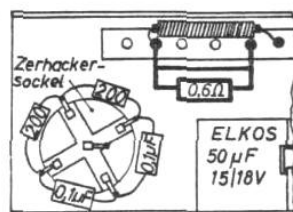

Abb. 9 Schaltung 6 V
3. Stromzuführung nach Abb. 9 oder 10 umschalten.